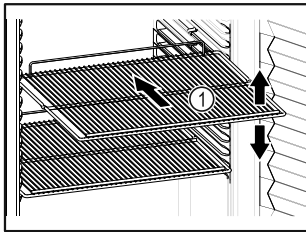

Fig. 62 Beispielhafte Darstellung
- Wenn Abstellroste und/oder Medikamentenschubfächer Fig. 62 (1) versetzbar sind, je nach Höhe anpassen.